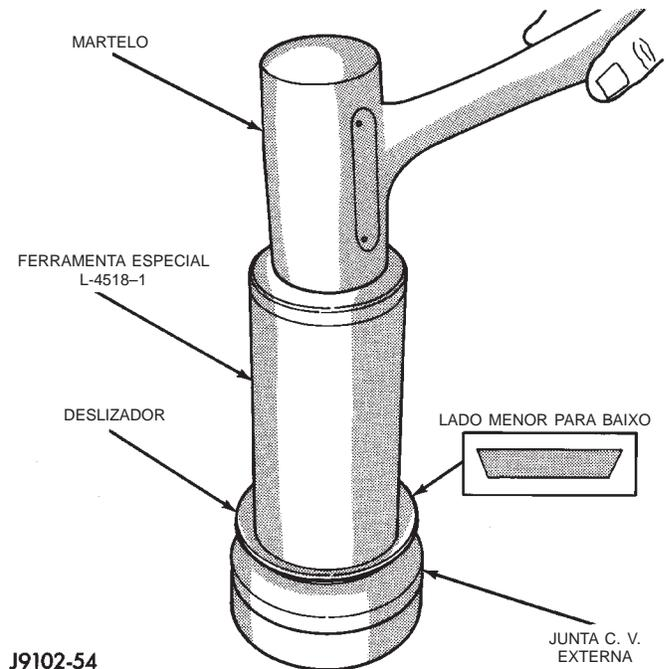

Fig. 23 Instalação do Deslizador
(7) Aplique uma pequena quantidade de lubrificante no diâmetro interno do deslizador. Posicione o deslizador de maneira correta na junta C/V externa. Utilize a ferramenta instaladora L-4518-1 do conjunto de ferramentas L-4518 e bata no deslizador com um martelo até que ele se encaixe na junta (Fig. 23).